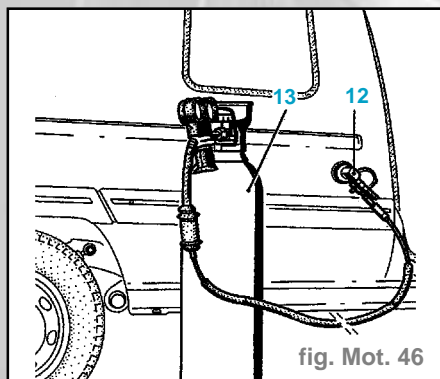

fig. Mot. 46
- Purger l'air contenu dans le brûleur en ouvrant les vannes (D) et (C) (faire givrer légèrement le serpentin du brûleur)
- Refermer la vanne (D)
- Allumer la veilleuse du brûleur en utilisant le système d'allumage électrique (E) et en ayant au préalable ouvert le conduit de gaz (B) spécifique à la veilleuse. Celle-ci peut ne pas s'allumer instantanément, il faut laisser le temps au gaz de parcourir le tuyau.
- Ouvrir le conduit de gaz principal sur le brûleur (C) et (D). La flamme peut atteindre 3 à 4 mètres durant 30 minutes
- Un débit trop important va mettre en action le limiteur de débit. Pour éviter cela et avoir une purge correcte du réservoir, ajuster le débit de gaz en agissant sur le levier (D) (dans le cas par exemple où vous n'arriveriez pas à avoir une flamme principale importante)
- Lorsque la flamme faiblit, il faut utiliser le pistolet de remplissage qui se branche sur la goulotte (fig. Mot. 46)
- Le pistolet (12) est relié à une bonbonne d'azote (13) qu'il faut régler pour qu'elle débite à une pression de **5 à 8 bar**